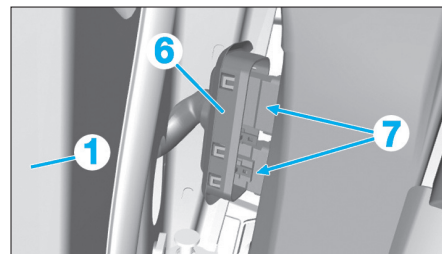

Fig. 167
- Dégager le fourreau (6) (Fig.167).
- Débrancher les connecteurs (7).